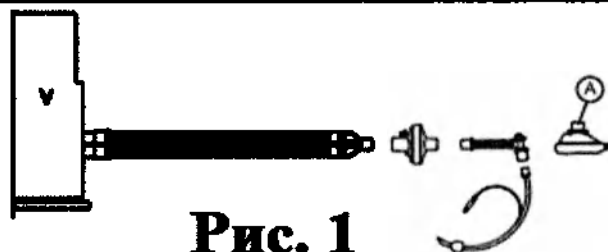

Рис. 1
9. Информация о порядке установки, монтажа, настройки, калибровки и иных действиях, необходимых для ввода медицинского изделия в эксплуатацию	УКАЗАНИЯ ПО ПРИМЕНЕНИЮ: 1. Извлеките контур из защитной упаковки. 2. Непосредственно перед практическим применением на больном необходимо визуально обследовать все компоненты контура и провести их тщательную проверку функционирования и подачи газа. 3. Проверьте целостность контура под давлением. 4. Подключите контур к вентилятору и соедините его с больным. Обращайте особое внимание на следующие моменты: a. при наличии линии мониторинга давления ее необходимо подключать к порту давления на тройниковом соединителе больного и к порту давления устройства вентиляции легких. Если такая линия не нужна, герметично закройте порт давления на тройниковом соединителе больного соответствующей заглушкой. b. Если необходим мониторинг температуры, извлеките заглушку из порта и установите в него температурный датчик. В тот период, когда температурный датчик не используется, закрывайте порт заглушкой. c. Контур ППДД (при постоянном потоке): в тройниковом адаптере больного (по схеме Т или Y) порт выдоха, расположенный напротив потока подачи газа, всегда должен быть открыт; закупорка или частичная непроходимость этого порта может обернуться для больного тяжелыми последствиями, вплоть до смертельного исхода. Идентификация вещества, содержащегося или имеющегося в продукте либо упаковке. Идентификация вещества, не содержащегося или не имеющегося в продукте либо упаковке. гл 30 d. Если контур снабжен влагоуловителем, то этот элемент необходимо расположить в самой нижней точке инспираторной или экспираторной ветви контура. Как можно чаще контролируйте уровень жидкости в влагоуловителе и, по мере необходимости, опорожняйте это устройство; после каждой подобной процедуры проверяйте, надежно ли восстановлена герметичность влагоуловителя. Удаляйте жидкие отходы в соответствии с принятыми в данном медицинском учреждении правилами. e. Контур может иметь односторонние клапаны; перед использованием таких клапанов в работе проверяйте их на рабочую функцию и направление потока. f. Если контур имеет в экспираторной линии клапан (РЕЕР), проверяйте функционирование этого клапана, поворачивая регулировочное кольцо. Ограничение давления достигается поворотом регулировочного кольца против часовой стрелки. Контролируйте заданное давление (в диапазоне от 5 до 20 см водного столба) при помощи манометра. g. Надувная маска (точка А на рис. 1) снабжена подушкой, регулирующей клапан давления. При необходимости присоедините к люэровскому адаптеру клапана шприц и отрегулируйте надувание подушки до нужного уровня. Отсоедините шприц и проверьте систему на герметичность.